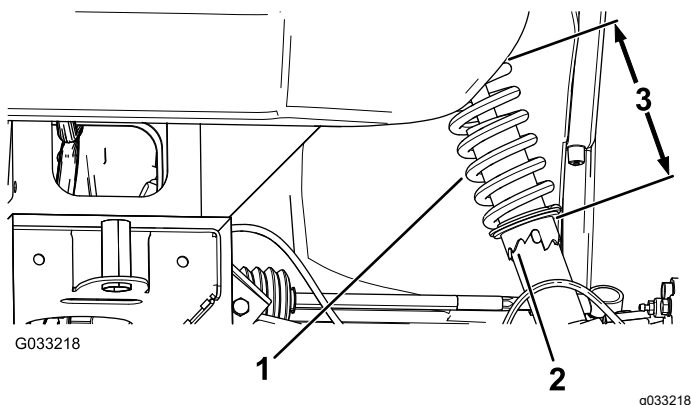

Figura 46
2. Dacă unghiul de cădere a roii nu este aliniat, utilizezi cheia pentru piuliă pentru a roti colierul de pe amortizor pentru a alinia roata (Figura 46).